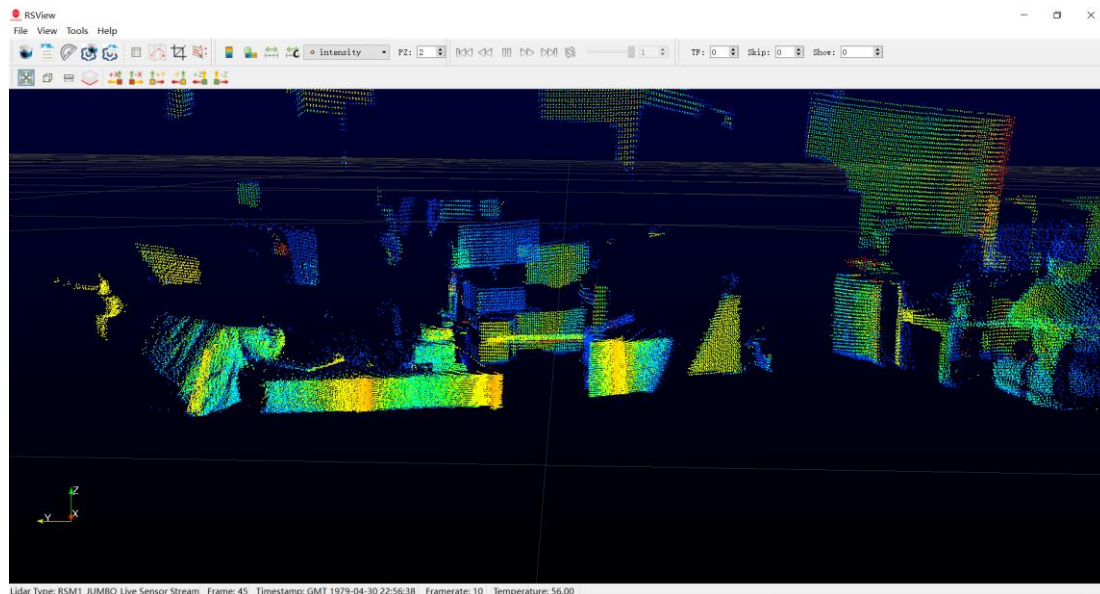

图 A-4: RS-LiDAR-M1P 点云图像
6. RSView 开始显示实时采集到数据(图 A-4)。可以通过点击 **Play** 按钮暂停，再点击一次可以继续显示。